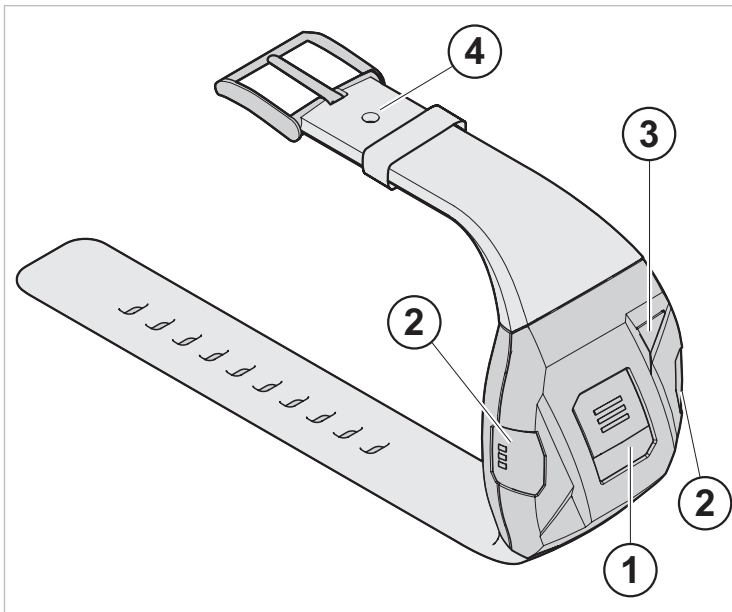

Fig. 1 Bewohner-Badge
- ▶ Knopf für Bewohnerruf (1, Fig. 1) 10 s lang gedrückt halten, bis die Beruhigungsleuchte (LED) leuchtet. Bei Aktivierung blinkt die Beruhigungsleuchte (LED) grün.
- ▶ Knopf für Bewohnerruf in der Badge-Mitte (1, Fig. 1) drücken.
- ▶ Einen der beiden Knöpfe für den Serviceruf an den Seiten des Badges (2, Fig. 1) drücken.